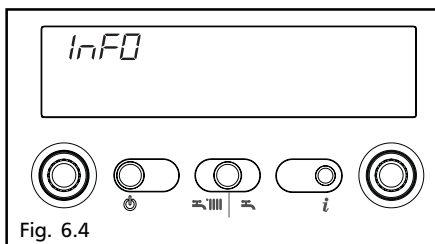

Fig. 6.4
- agire sul rubinetto di riempimento (C), posto sotto la caldaia, fino a che la pressione indicata dall'idrometro di pressione sia compresa tra 1 e 1,5 bar (campo azzurro) fig. 6.4. Dovendo ripetere più volte la procedura di caricamento impianto, si consiglia di contattare il CAT per verificare l'effettiva tenuta dell'impianto di riscaldamento (vedere se sono presenti perdite).
Premendo il tasto  il display si spegne e compare solo la scritta **Info** (fig. 6.4).
Info 0 visualizza la scritta Info (fig. 6.4)